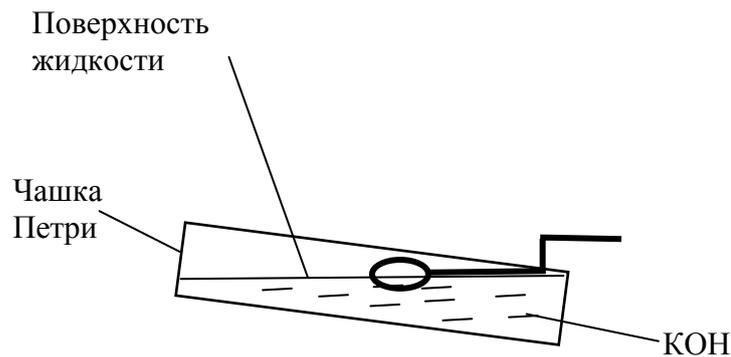

Рис. 1-18. Навешивание капли на кольцо
12. Поверните кольцо 2 в прежнее положение и навесьте на него каплю 5 процентного раствора КОН (или NaOH) из чашки Петри, как показано на Рис. 1-18. Прикоснитесь поверхностью жидкости к проволочному кольцу, после этого опустите чашку вниз. На кольце образуется капля раствора. Если капля сорвалась при перемещениях кольца, повторно прикоснитесь поверхностью жидкости к проволочному кольцу.